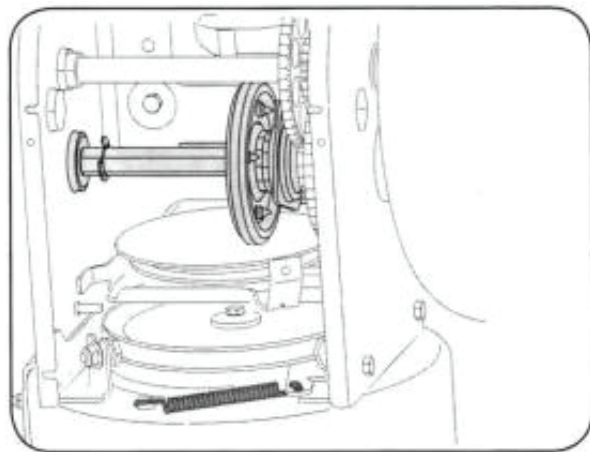

Figure 18
2. Appliquez une légère couche de graisse multi-usages toutes saisons sur l'arbre hexagonal. Voir la figure 18.